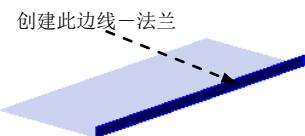
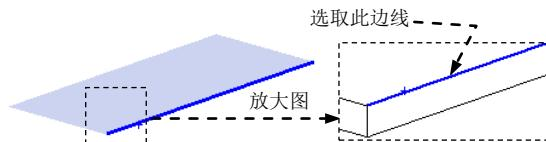

图 17.9.11 创建边线—法兰 1
图 17.9.12 定义特征的边线
Step2. 创建图 17.9.11 所示的钣金特征——边线—法兰 1。
(1) 选择命令。选择下拉菜单 **插入(I)** → **钣金(B)** → **边线法兰(E)...** 命令，系统弹出“边线法兰”对话框。
(2) 定义特征的边线。选取图 17.9.12 所示的模型边线为生成的边线法兰的边线。
(3) 定义法兰参数。在 **角度(G)** 区域中的 文本框中输入角度值 90.0；在 **法兰长度(L)** 区域的下拉列表中选择 **给定深度** 选项，输入深度值 15.0。在此区域中单击“内部虚拟交点”按钮 ，在 **法兰位置(N)** 区域中，单击“折弯在外”按钮 。
(4) 单击 按钮，完成边线法兰 1 的创建。